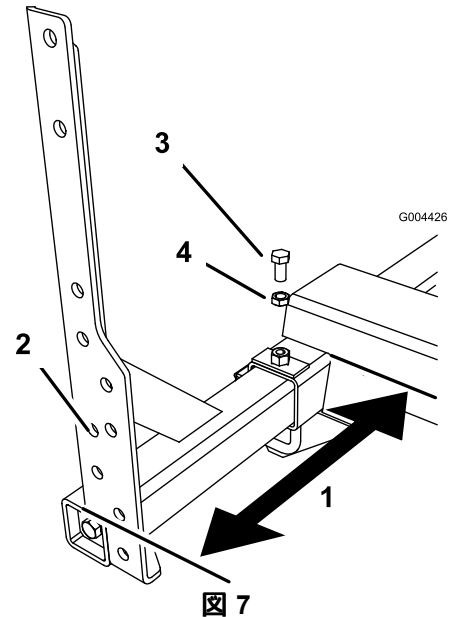

図 7
- A. マルチプロ 1200 シリーズの場合には、フレームの端部がフレームのアクスルハウジングのベースから 489 mm となるように差し込み深さを調整する 図 7。